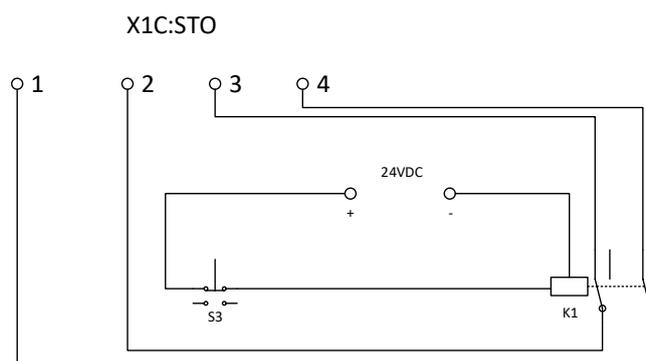

Рисунок 3.5 Цепь STO (использование внутреннего источника питания)
- 2) собрать цепь управления STO используя внутренний источник питания частотного преобразователя для цепи STO (Рисунок 3.5). На панели стенда будем использовать кнопку аварийного останова S3, реле K1, выход внешнего блока питания. Цепь управления реле питается от внешнего источника питания.